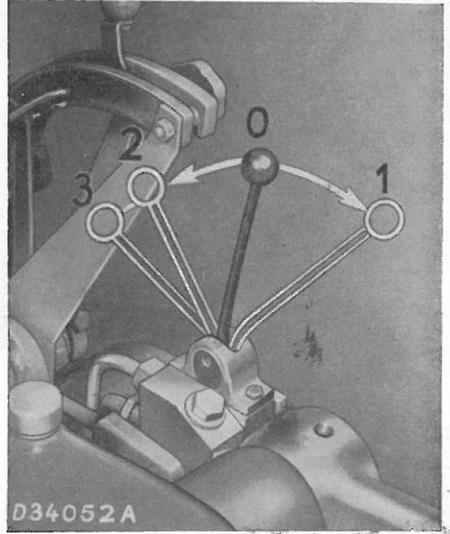
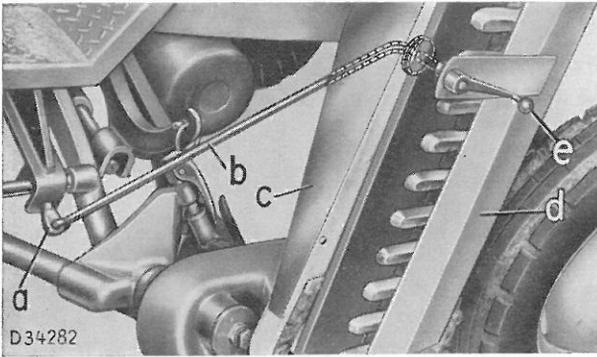
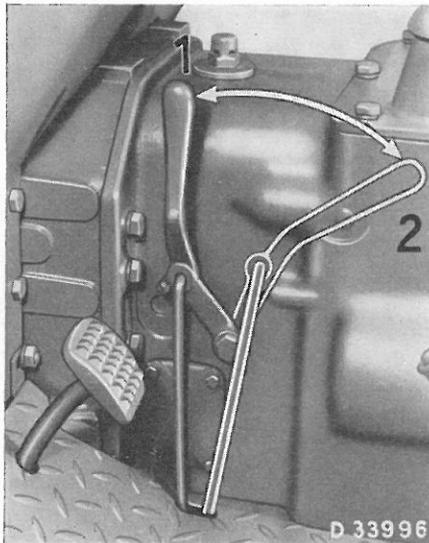

fig. 146
fig. 148
fig. 150 Levier d'embrayage pour barre de coupe
La barre de coupe peut être livrée soit avec barre normale, soit avec barre intermédiaire. Elle est entraînée par la prise de force avant et embrayée ou débrayée par l'intermédiaire du levier d'embrayage (fig. 150). L'entraînement comprend un embrayage de sécurité qui empêche les surcharges et les ruptures de bielle ou de lame.
a) **Position de coupe:** pour employer la barre de coupe, vérifier que la manette de commande du distributeur auxiliaire est en position centrale (fig. 146); desserrer alors l'écrou manivelle (fig. 148) (en maintenant la barre de coupe) et retirer la tringle d'attache de la barre de coupe. Enlever le garant de la barre de coupe (attention de ne pas vous blesser à la lame). Tourner la tringle d'attache de 180° vers la droite et sortir son axe du support; relever en même temps la barre de coupe en agissant sur la manette de commande pour dégager l'axe de la tringle d'attache. Baisser la barre de coupe et rattacher la planche à adains. Débrayer le moteur et embrayer la prise de force avant, en mettant le levier d'embrayage en position 2 (fig. 150).
Pendant le fauchage, la manette de commande du distributeur auxiliaire doit être en **position flottante** (fig. 146).
Si la lame s'arrête brusquement pendant le travail ce qui entraîne un patinage de l'embrayage de sécurité, il faut **immédiatement débrayer la barre de coupe** car le patinage prolongé de l'embrayage détériore les garnitures des disques. Pour tout réglage de la barre de coupe, **il faut toujours débrayer la lame** (levier d'embrayage en position I, fig. 150); sinon il y a risque d'accident causé par un démarrage brutal de la lame après réglage.